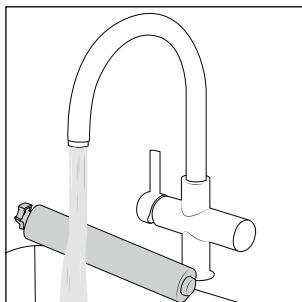

Rys. 33
- ◆ Chwyć osłonę przeciwbrzyzgową ⑦ na górze za krawędź do chwytania (**PULL**) i pociągnij ją do przodu, aby zdjąć ją z podstawy ③ (patrz rys. 33).